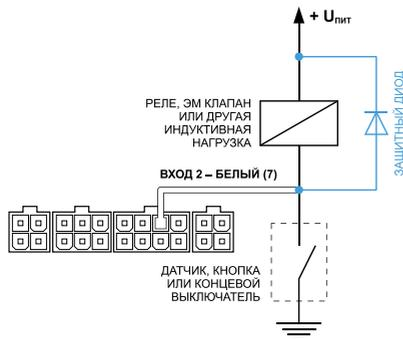

Рисунок 1.
**1. Защитный диод** (рис.1) – устанавливается параллельно индуктивной нагрузке. При этом ток защитного диода ( $I_{\text{диода, прямой}}$ ) должен быть не менее  $1.5 \cdot I_{\text{удержания катушки}}$ . Если ток удержания катушки неизвестен или есть сомнения, следует использовать схему включения с защитным реле.
**1. Защитный диод** (рис. 1) – устанавливается параллельно индуктивной нагрузке. При этом прямой ток защитного диода ( $I_{\text{диода, прямой}}$ ) должен быть не менее  $1.5 \cdot I_{\text{удержания катушки}}$ . Если ток удержания катушки неизвестен или есть сомнения, следует использовать схему включения с защитным реле.